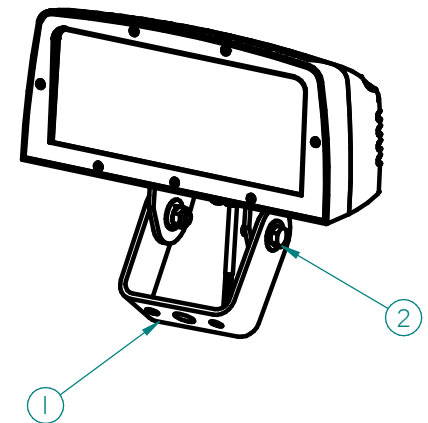

Fig. 1: Montage du luminaire
Installation de l'appareil d'éclairage (voir Fig. 1)**Outils nécessaires:**
- Utiliser un minimum de deux 3/8 "vis de diamètre ou un 3/4" boulon de diamètre pour le montage (point 1 sur la Fig. 1).
- Une fois appareil est destiné à la cible souhaitée, serrer les boulons de chaque côté de la culasse (article 2 de la figure. 1).